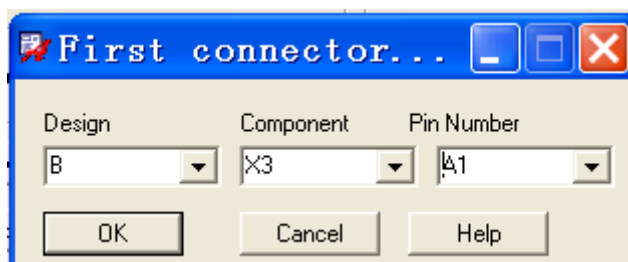

图 7-19 设置第二块板连接器的参数
- e. 设置 First Connector Pin Name(To)Window 中的参数如下：图 7-19